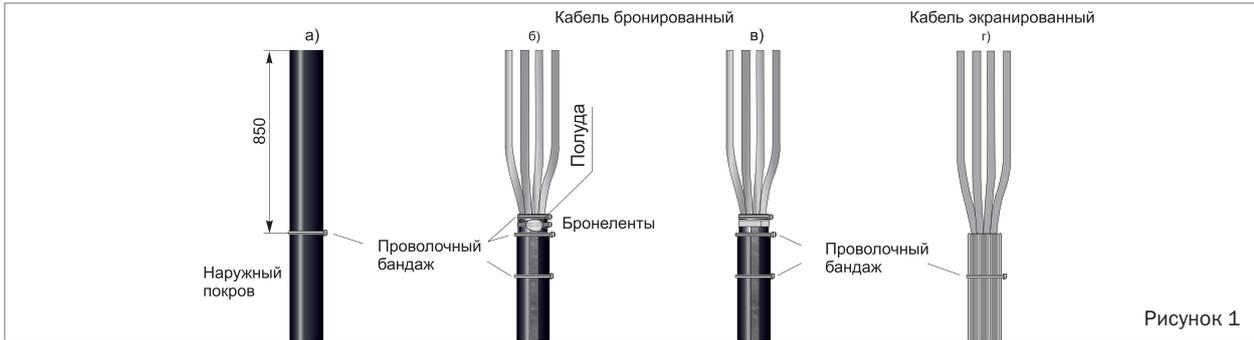

Рисунок 1
- Удалить наружный покров кабеля на длине 850 мм (рисунок 1а).
- В случае комплекта муфты с ППД установить шину заземления концом без наконечника на бронелентах и закрепить её ППД до полной намотки на кабель (рисунок 1в).
- Для экранированного кабеля (рисунок 1г):